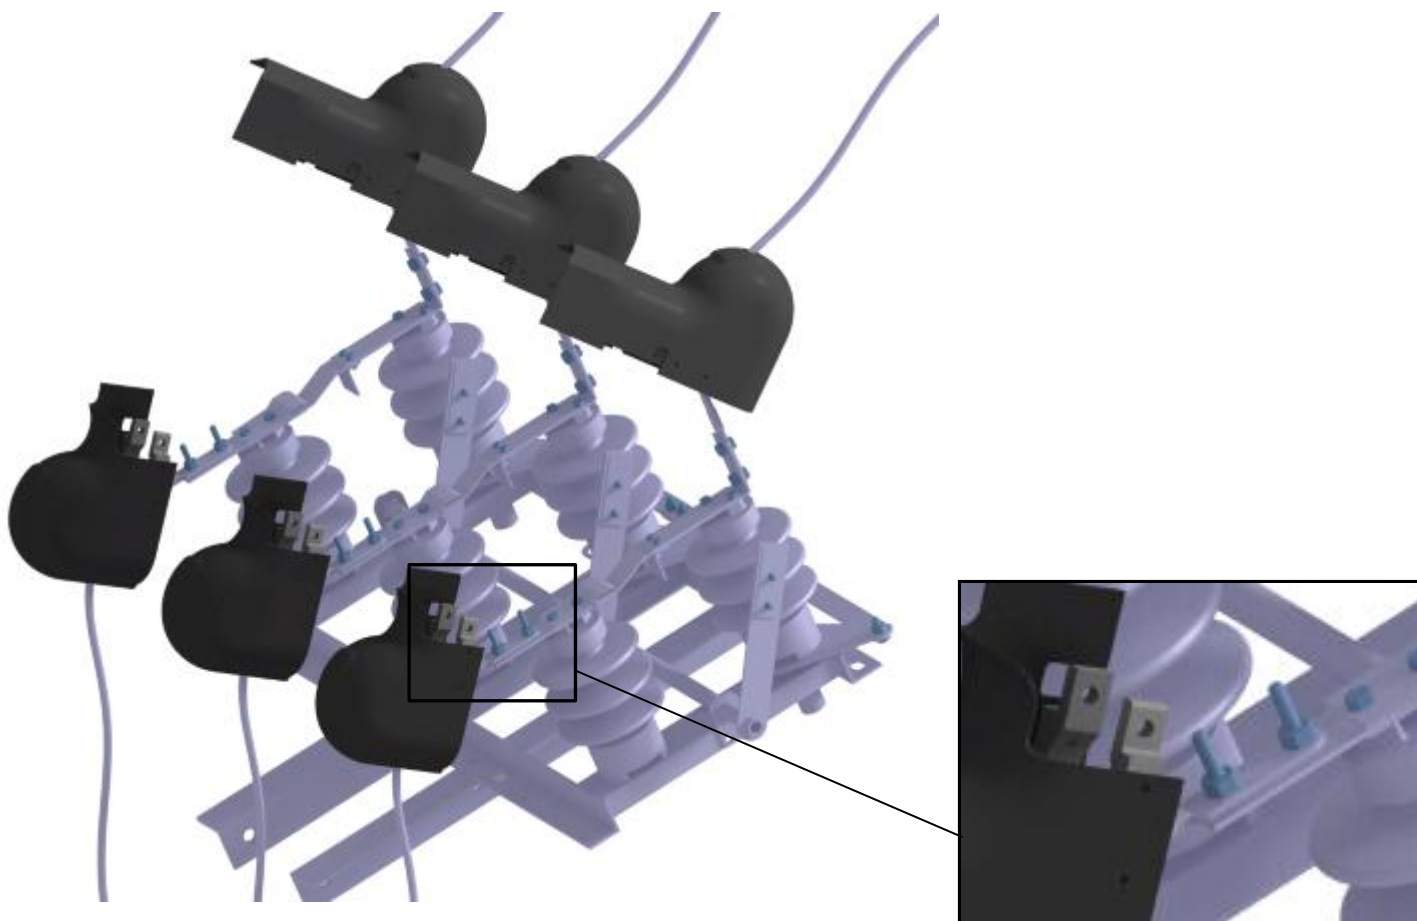

Рис. 6
3.4. Произвести монтаж аппаратных зажимов к контактным выводам разъединителя РЛНД-10 (Рис.6). В случае горизонтального расположения контактов разъединителя болты крепления аппаратных зажимов располагать как показано на рисунке Рис.6.